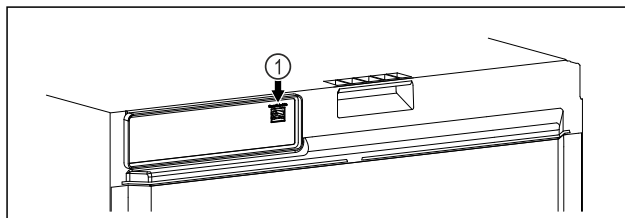

Fig. 114
- ☐ SmartModule Fig. 114 (1) è inserito.